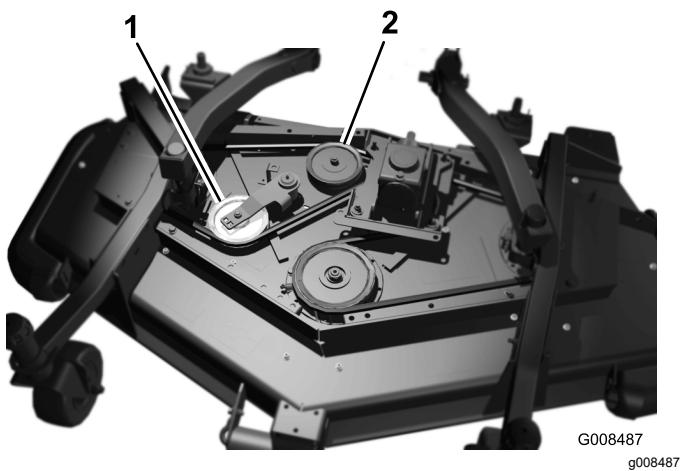

Figura 3
6. Con una chiave di serraggio dinamometrica o uno strumento simile, fate allontanare la puleggia tendicinghia a molla dalla cinghia motrice per rilasciare la tensione della cinghia, così da poterla sfilare dalla puleggia tendicinghia fissa (**Figura 3**).